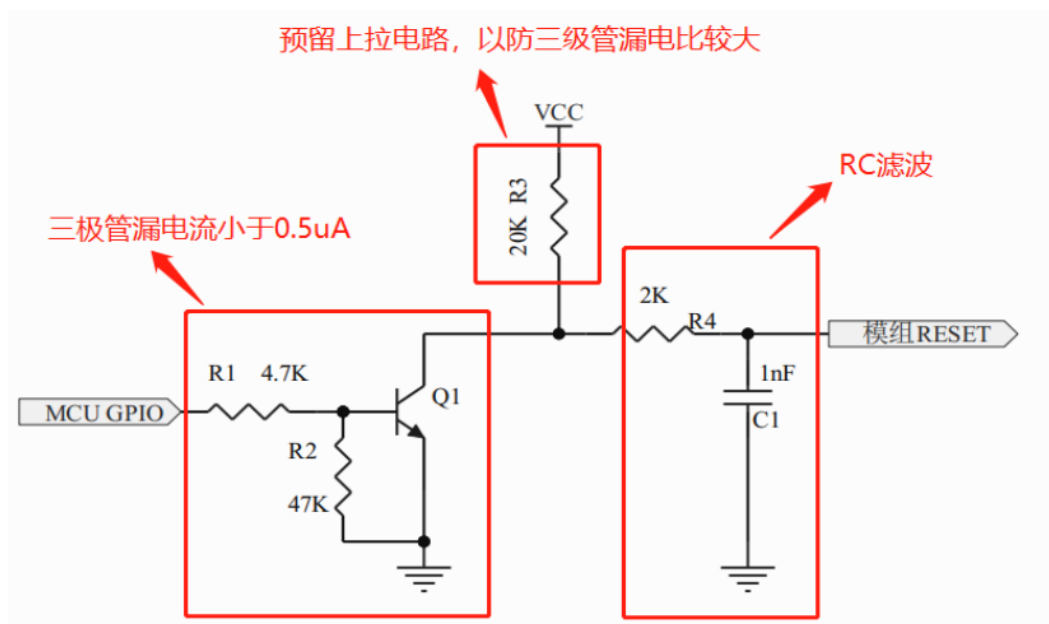

图 10 RESET 脚参考电路
2) 如果外部 MCU GPIO 与模组的 RESET 通过三极管连接（如图 10 所示），要求三极管截止态的漏电电流要小于 0.5uA。原因是 RESET 脚内部上拉电阻非常弱，漏电大了可能将 RESET 脚拉到 1.2V 以下。NB 芯片能正常工作其 RESET 脚高电平是要保证在 1.2V 以上才行。
① 用 MOS 管代替三极管，大多数 MOS 漏电流较小。
② 电路上预留上拉电路（如图 10 所示），VCC 的电压范围在 1.8V-3.6V 且要常开，不要用 NB 模组出来的电。